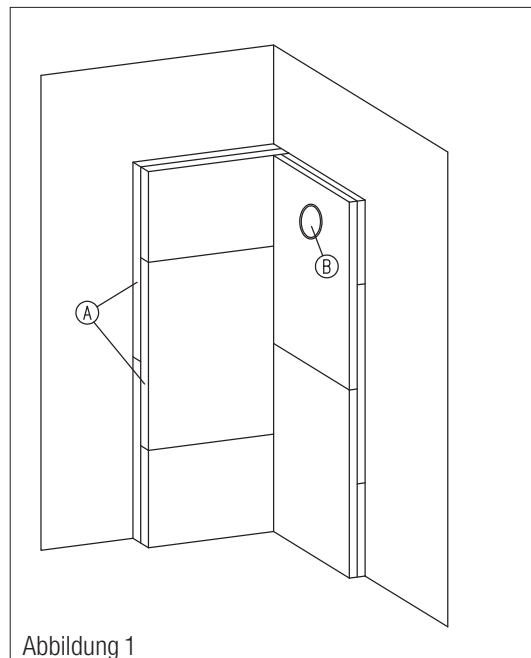

Abbildung 1
3.2 Nun befestigen Sie zunächst acht Promasil 950-KS Platten gemäß **Abb. 1** an den Stellwänden. Die Isolierung muss 5 cm über den Schornsteinanschluss ragen. Nach dem Aufstellen des Wärmereizers sind die Platten nicht mehr zugänglich.